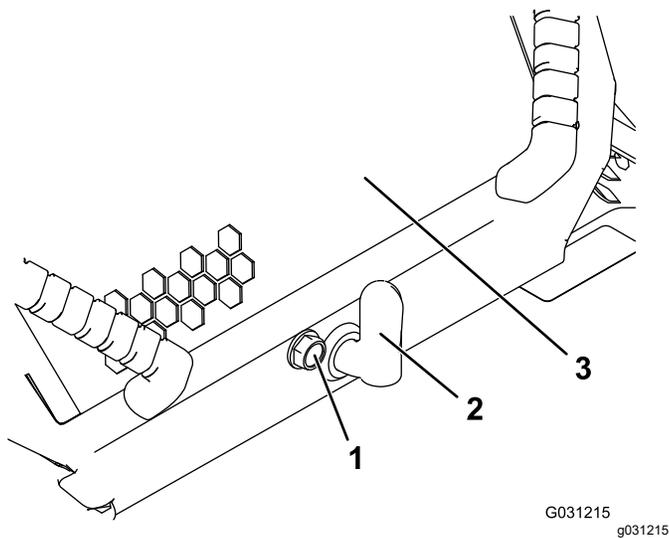

Figura 32
1. Desaperte o parafuso de bloqueio do capô (Figura 32)
2. Rode o trinco do capô no sentido dos ponteiros do relógio (Figura 32).
3. Levante as pegas e levante o capô para cima (Figura 32).
3. Aperte o parafuso de bloqueio do capô para fixar o trinco (Figura 32).